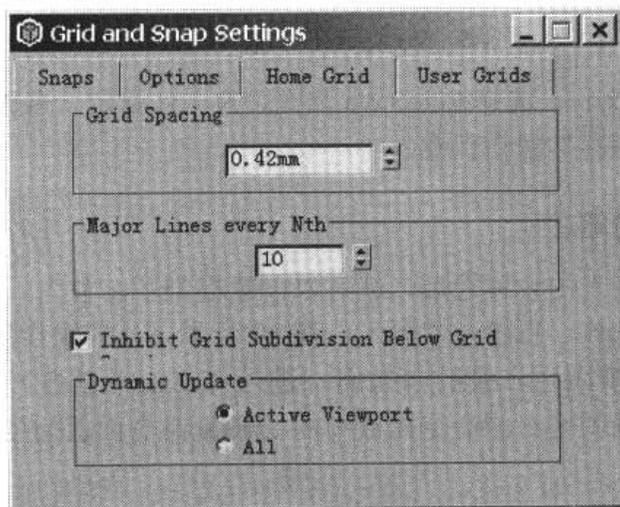

图 1-4 Grid and Snap Settings 对话框
Step 3 设置网格。网格的作用主要是在创建模型和移动物体时对物体的大小和位置起到参照作用。选择 **Customize\Grid and Snap Settings** 命令，打开 **Grid and Snap Settings** 对话框，如图 1-4 所示。选择该对话框中的 **Home Grid** 面板，将 **Grid Spacing** 复选框中的数值设为 **1mm**，使每个最小的网格的边长为 **1 毫米**，将 **Major Lines every Nth** 复选框中的数值设为 **10**，使系统每隔 **10 个网格** 设置一条主要的分界线。